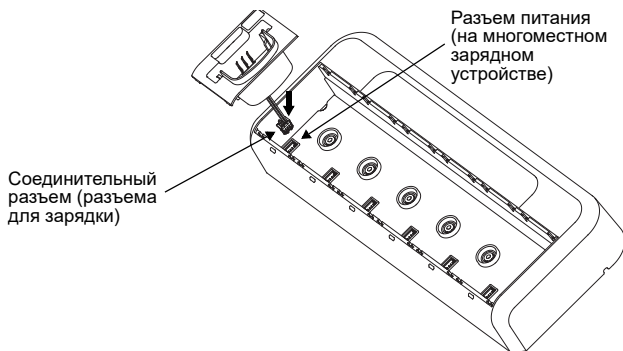

Рис. 3
3. Снимите разъем для зарядки, потянув вверх соединительный разъем (см. рисунок 3).
1. Подключите соединительный разъем к разъему питания на многоместном зарядном устройстве (см. рисунок 3).